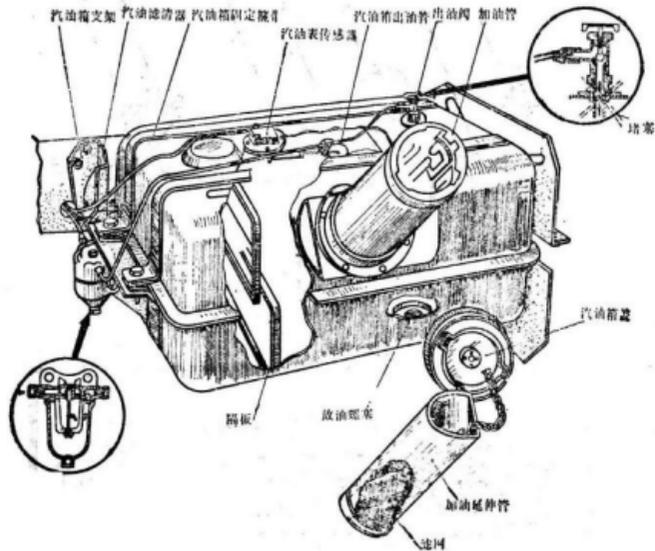

图1-3 虚线×表示出油管堵塞
2. (图1-3) 油箱堵塞，油管碰瘪，汽油箱的出油管堵塞或脱焊、裂缝。